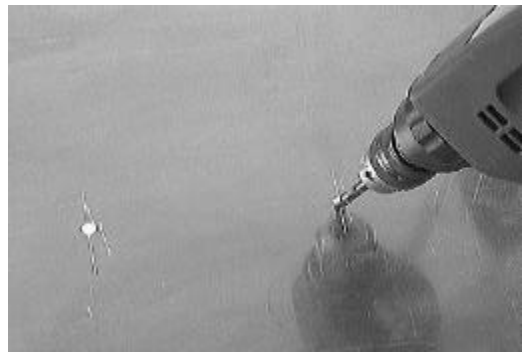

Figura 5
- Efectuar los taladros de las bases marcados anteriormente, con una broca de 6.5 mm de diámetro. (Ver Figura 5)